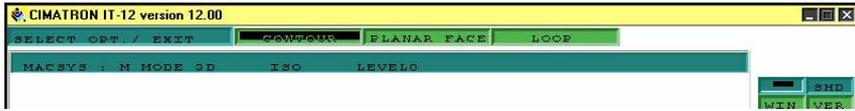

Рисунок 19
14. Затем выбираем CONTOUR (рис.19).